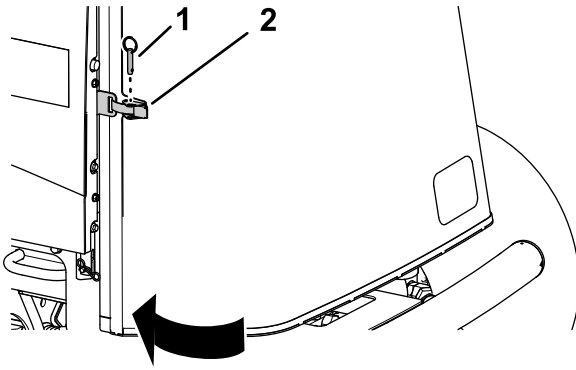

Figura 67
1. Cierre y enganche la rejilla (Figura 67).